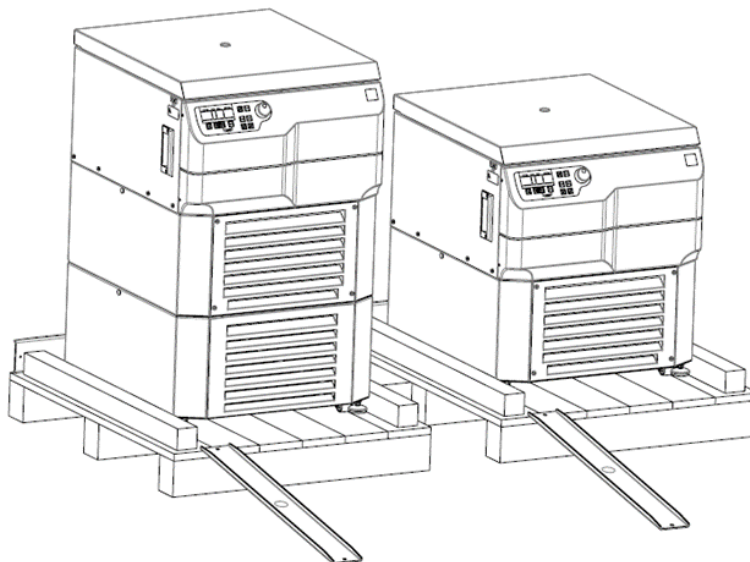

Figura 9
- Retire las barras de metal y fíjelas en el borde delantero del palet para que puedan usarse como una rampa (ver Figura 9). Utilice los mismos tornillos y preste atención a la conexión de los tornillos seguros.
- Tome la llave inglesa abierta proporcionada para levantar los pies de la centrífuga hasta que esté sobre sus rodillos (ver también la figura 9).